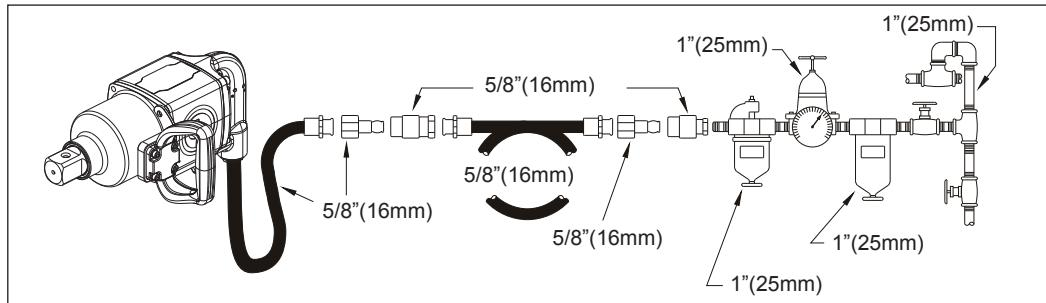
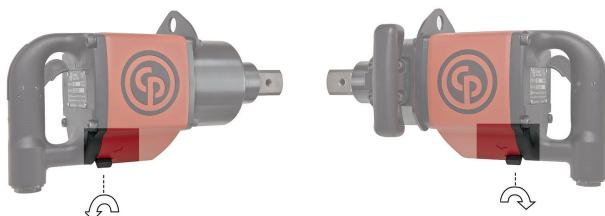

Fig. 01
Fig. 03
- Connect device as shown in Fig. 01 to a clean and dry air supply.
- To start the machine, pull the trigger (A). Machine speed is increase by increasing pressure on the trigger. Release the trigger to stop.
- Use the reverse switch (B) only when the drive spindle comes to a complete stop. Changing the speed before the drive spindle stops may damage the machine.
- To switch rotation, turn the switch (B) as shown in Fig. 03.
- Schließen Sie das Gerät wie in Abb.01 an eine saubere und trockene Druckluftquelle an.
- Um die Maschine zu starten, muss der Auslöser (A) gezogen werden. Der Druck auf den Abzug bestimmt die Geschwindigkeit des Motors. Um die Maschine zu stoppen, den Auslöser wieder freigeben.
- Den Umkehrschalter (B) nur verwenden, nachdem die Antriebsspindel vollkommen angehalten hat. Änderung der Drehrichtung vor Halt der Spindel kann die Maschine beschädigen.
- Die Drehrichtung wird gewechselt, indem der Schalter (B) wie in Abb. 03 gezeigt gedreht wird.